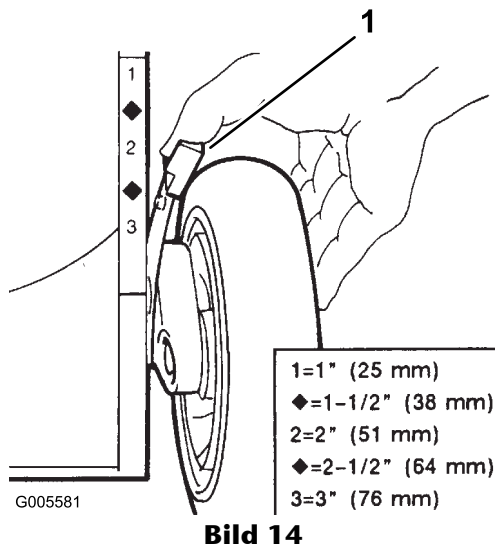

Bild 14
3. Drücken Sie den Schnitthöheneinstellhebel in Richtung des Rades (Bild 14) und bewegen ihn in die gewünschte Stellung.